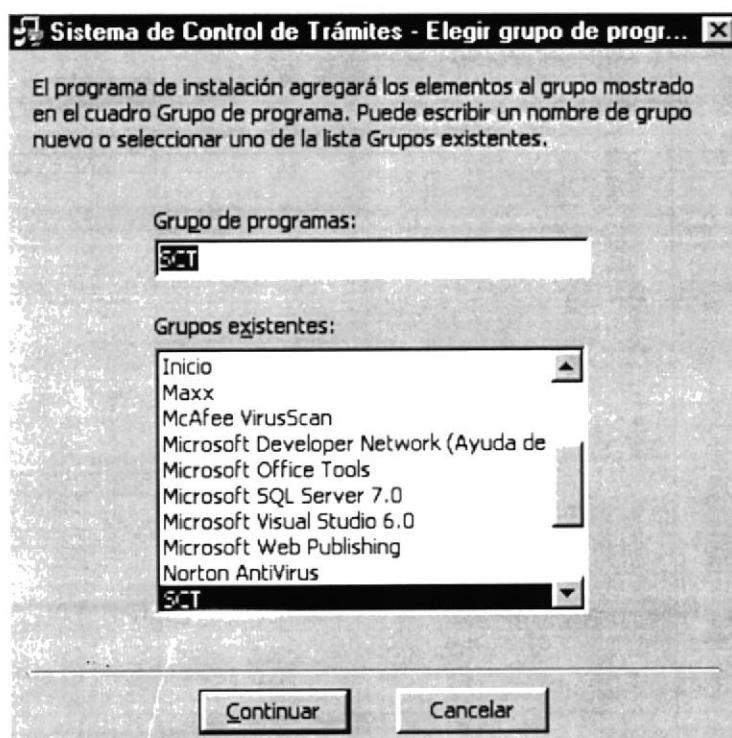

Figura 3.4 Pantalla Ubicación del Sistema en el Menú Inicio
8. De no cambiar la dirección de los archivos del sistema, dé click en el botón **Aceptar** para aceptar la dirección por defecto. A continuación aparecerá la pantalla de ubicación del sistema (ver figura 3.4), la dirección será **C:/Archivos de programa/SCT/Sct.exe**